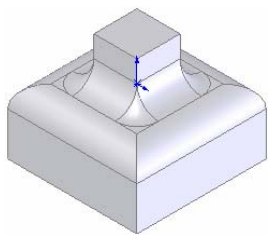

图 5-18 圆角的图形
⑬ 确认圆角特征。单击“圆角”属性管理器中的“确定”图标按钮，结果如图 5-18 所示。
对图 5-16 和图 5-18 进行对比可以看出，同样的圆角命令操作，由于图 5-18 采用了“圆